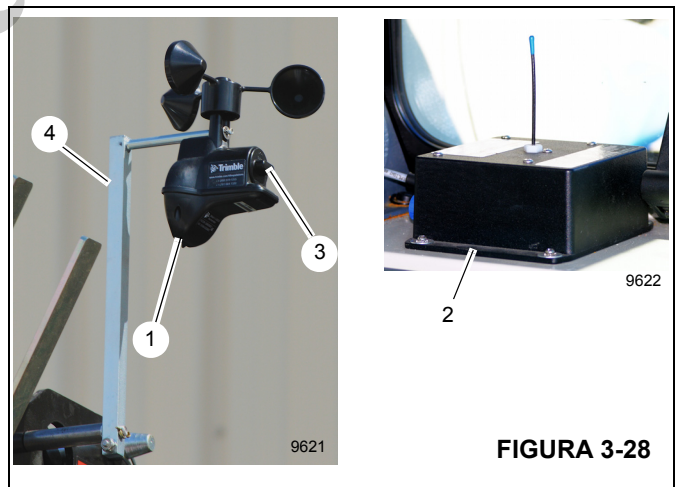

FIGURA 3-28
Las grúas cuentan con un indicador de velocidad de viento opcional para medir la velocidad del viento en el extremo de la pluma. El indicador de velocidad de viento tiene un conjunto de anemómetro de radio y un enrutador de compuerta inalámbrico. El anemómetro (1, Figura 3-28), que captura los datos de velocidad del viento en el extremo de la pluma o del plumín, es alimentado con batería y se comunica en forma inalámbrica con el enrutador de compuerta (2) ubicado en la cabina de la grúa. El enrutador de compuerta recibe los datos del anemómetro y los enruta a la pantalla del RCL. Para obtener información acerca de la forma en que se muestra el indicador de velocidad de viento en el RCL, consulte la Tabla 7-3 en la página 7-5.
2. Retire la cubierta de batería (Figura 3-28) y la batería usada del anemómetro.